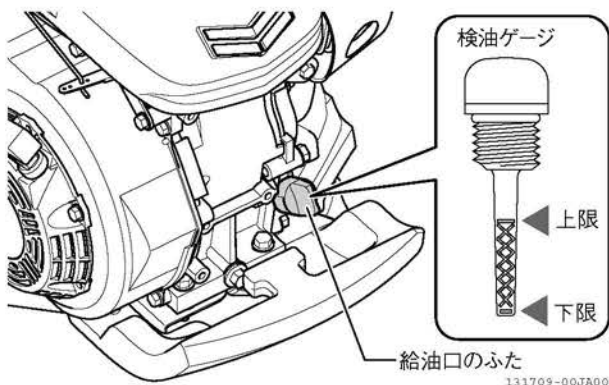

図 4-19 点検のしかた
1. 給油口のふたを外して、先端の検油ゲージのエンジンオイルをきれいにふきます。(図 4-19)
2. 給油口のふたを給油口に差し込み、もう一度抜き出します。(図 4-19)